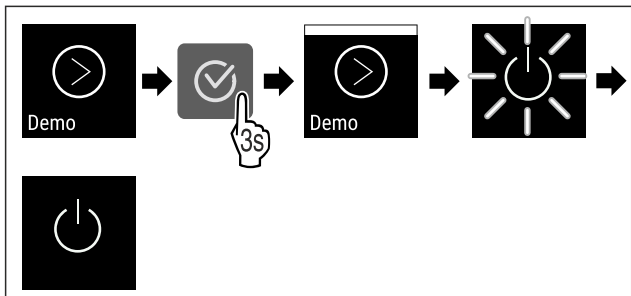

Fig. 90
- ▶ Atlikite veiksmus (žr. Fig. 90) .